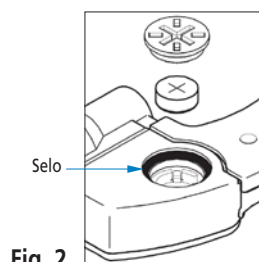

Fig. 2
6. Ao apertar as tampas do conector de saída e do compartimento da bateria garantir que os selos estejam bem encaixados de modo que eles não se danifiquem. (Fig. 2)